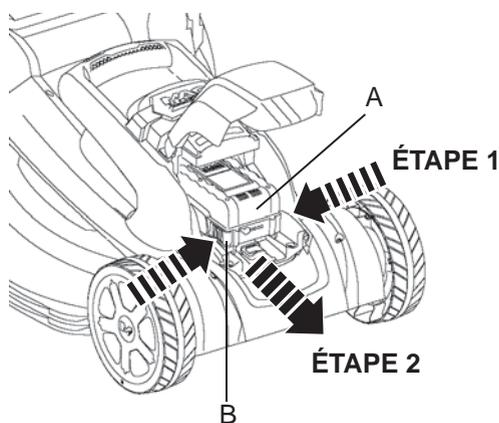

Fig.7
- > Faites glisser le boîtier de batterie hors des contacts électriques [17b] (Fig.7).